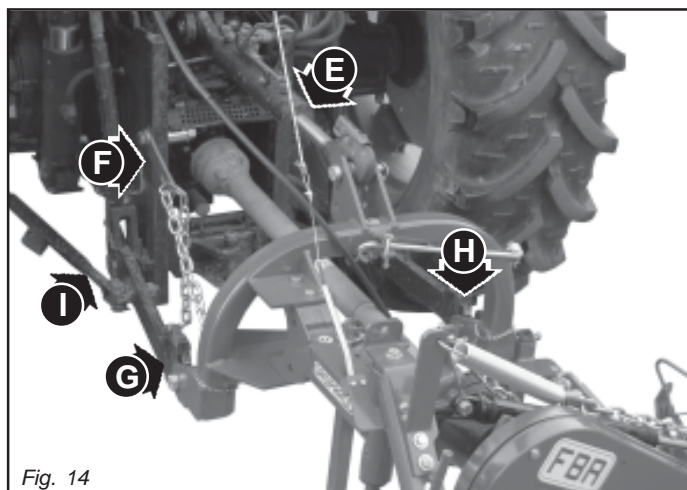
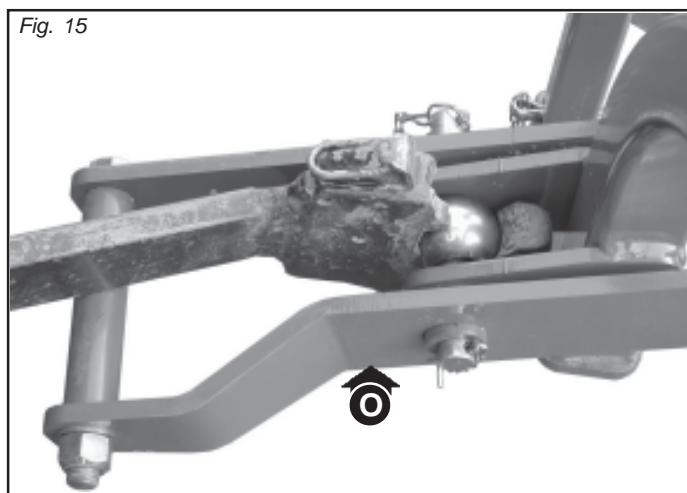

Fig. 14
Fig. 15
- 1 - Agganciare le barre del sollevatore sui perni predisposti (G e H, Fig. 14). Il braccio di sollevamento (O, Fig. 15) deve essere posizionato sotto il braccio del trattore. Bloccare con le copiglie a scatto.
- 2 - Collegare il terzo punto superiore ed effettuare una corretta regolazione con il tirante di regolazione (E, Fig. 14). La piastrina (F, Fig. 14) va posizionata alla sinistra del tirante, solidale sulla stessa spina. La spina va bloccata con l'apposita copiglia.
- 3 - Mediante gli appositi tiranti (I, Fig. 14) bloccare le barre parallelamente al trattore. Quest'ultimo accorgimento deve essere messo in atto per evitare qualsiasi spostamento, in senso orizzontale, della falciatrice.